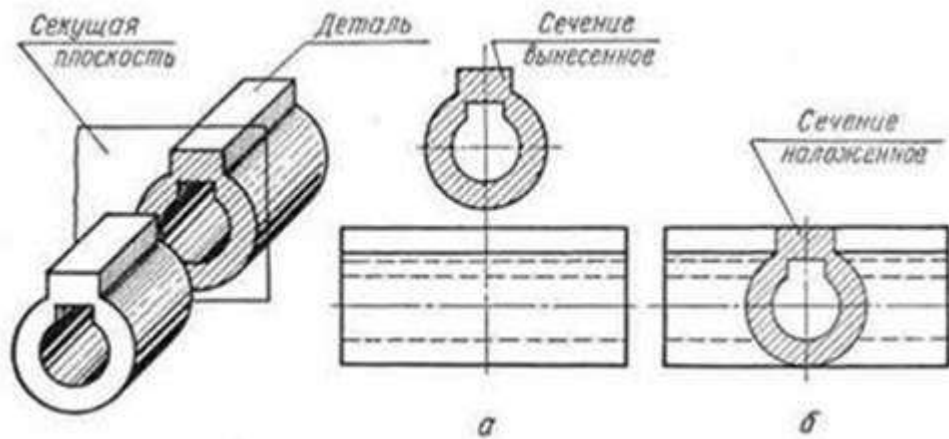

рис.2
1. Вынесенные. Отображаются за пределами контура предмета (рис.2, а).
2. Наложённые. Отображаются в рамках контура детали (рис.2, б).